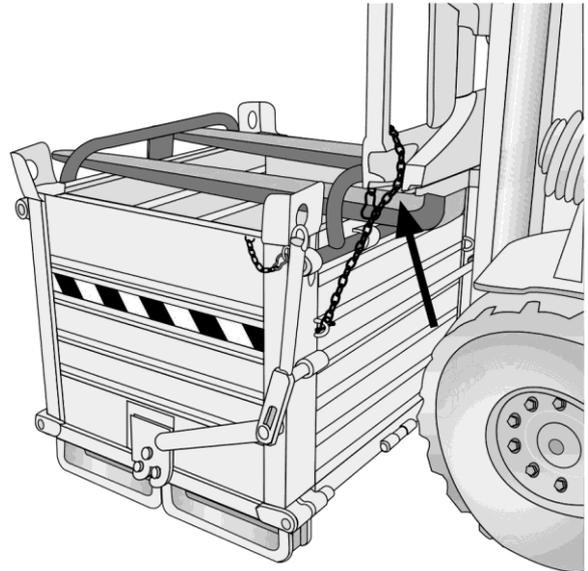

Fig.6.2.4
- 6.2.5 Retire el mosquetón de seguridad de la palanca de desbloqueo del fondo (**fig. 6.2.4**).